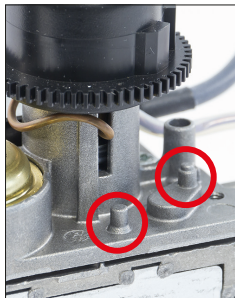
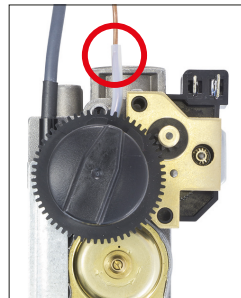
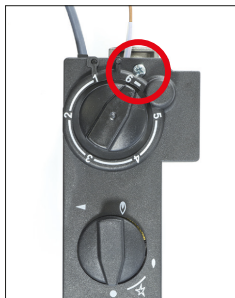
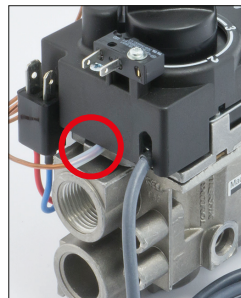

Abb. 5
Abb. 6
Abb. 7
Abb. 8
4. Positionieren Sie den Motor auf beiden Befestigungsstiften (siehe Abb. 5). Vergewissern Sie sich, dass das Kapillarrohr den Temperaturknopf nicht berührt und an dessen Unterseite gleitet, sobald der Knopf im Uhrzeigersinn gedreht wird (siehe Abb. 6).
5. Positionieren Sie das Ende des Kapillarrohres wie abgebildet (siehe Abb. 6). Positionieren Sie die Haube auf dem Ventil und befestigen Sie diese mit der zuvor entfernten Schraube (siehe Abb. 7). Die Ventilhaube sichert sowohl das Kapillarrohr als auch den Motor (siehe Abb. 8).